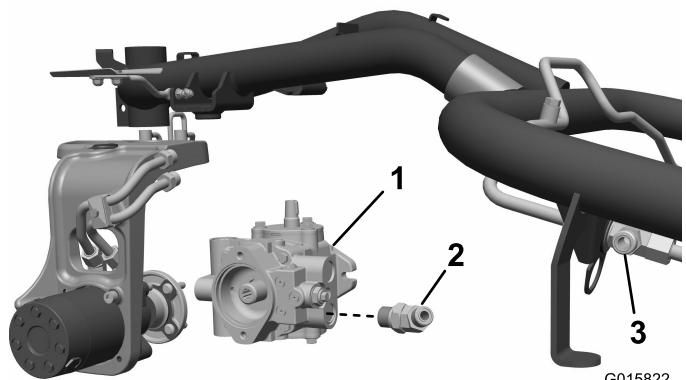

図 9
1. 油圧ポンプの下側についているホースを、ポンプから外し、前輪モータへ続く上側のバルクヘッドの字フィッティングからも外す。外したホースは廃棄する図9。
- フィッティングは仮止めにして、上方外向きにしておく図 9。